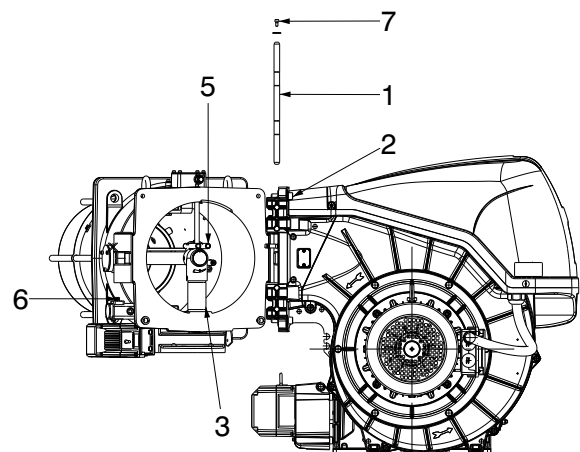

Fig. 16
Il bruciatore esce dalla fabbrica predisposto per l'apertura verso sinistra, mantenendo quindi il perno 1)(Fig. 16) in sede.
- A scollegare la spina/presa 6)(Fig. 16) del pressostato gas di massima;
- D aprire il bruciatore completamente come in Fig. 16;
Per l'apertura del bruciatore dal lato opposto, prima di togliere il perno 1)(Fig. 16), verificare che le 4 viti 2) siano serrate.